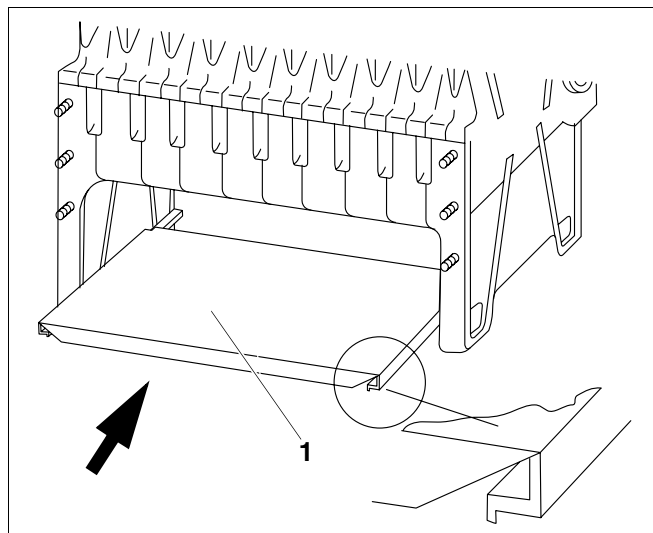

Fig. 39 Introducerea tablei inferioare
- Se introduce tabla (fig. 39, **poz. 1**) în camera de ardere; partea deschisă spre spate.